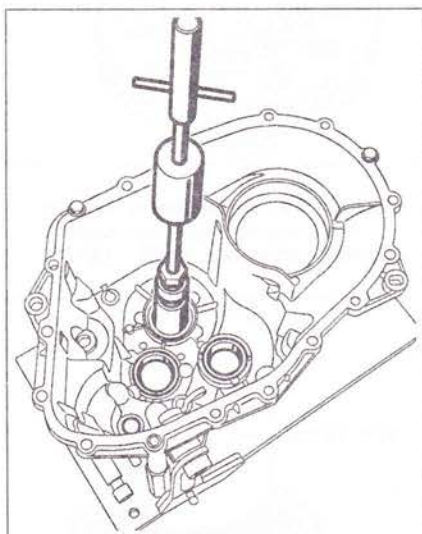

Рис. 5.74. Снимите опоры подшипников валов при помощи съемника диаметром 42 и инерционного съемника.
2. Снимите опоры подшипников валов при помощи съемника диаметром 42 и инерционного съемника (рис. 5.74).